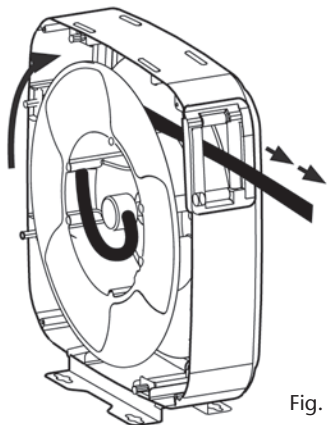

Fig. 15
- Pull the hose out and let the hose reel latch (fig. 15).
- Tirar de la manguera hasta que quede trincada en el enrollador (fig. 15).